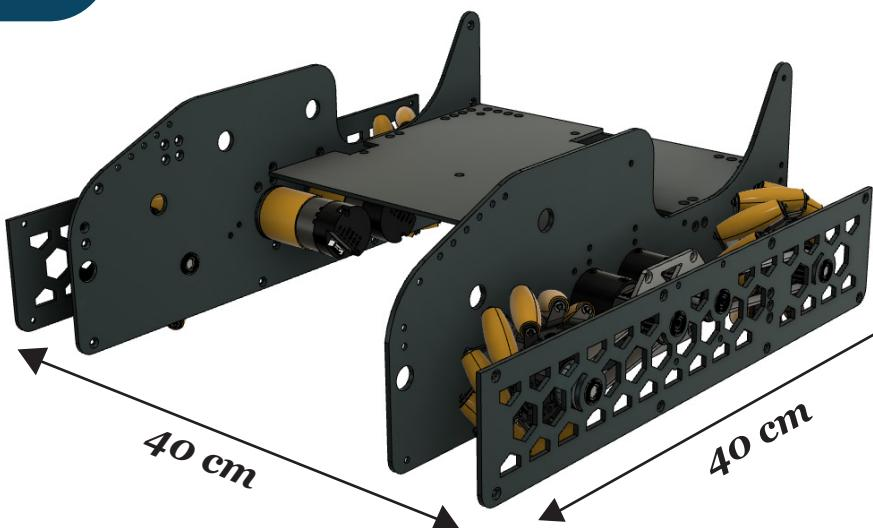

Fig. 1.1. - Şasiul și dimensiunile sale
1. robotul trebuie să aibă **dimensiuni** cât mai mici, pentru a se deplasa cu ușurință printre ceilalți roboți în timpul meciurilor (Fig. 1.1);